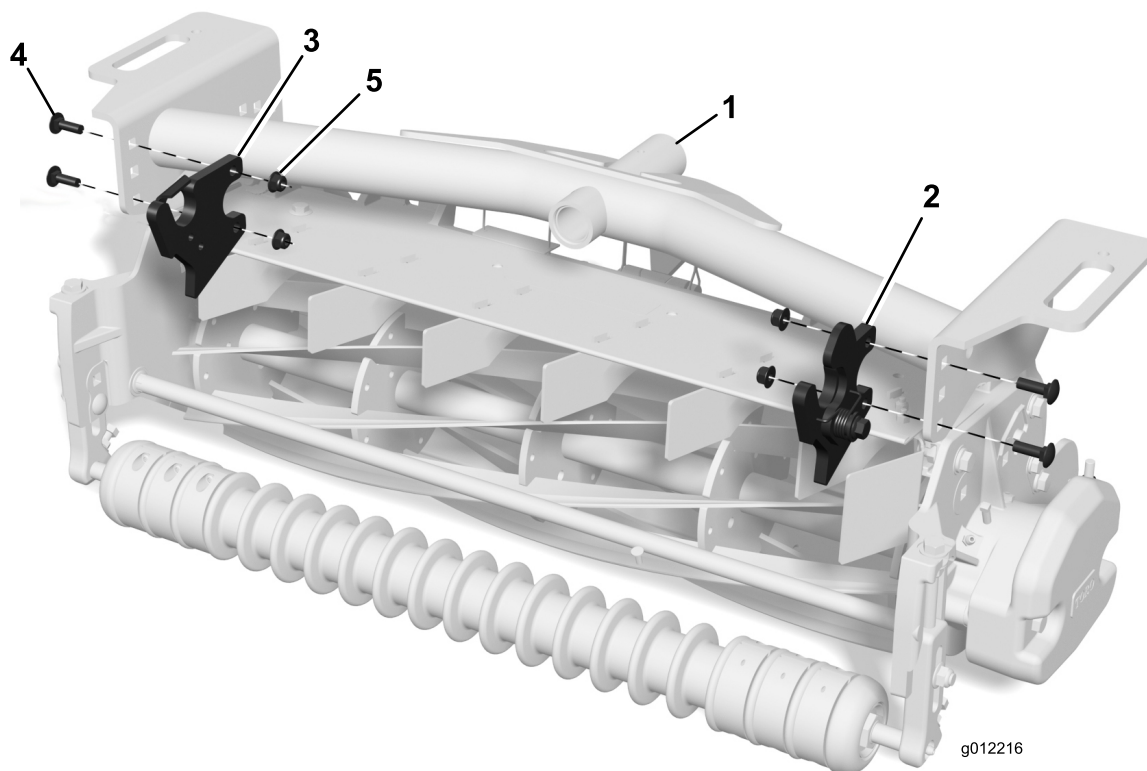

Figure 4
- Fixez un guide à l'intérieur du côté droit de chaque bâti porteur au moyen de 2 boulons de carrosserie (5/16" x 1") et 2 écrous à embase (5/16"), comme montré à la Figure 4.
(5/16" x 1") et 2 écrous à embase (5/16"), comme montré à la Figure 4.